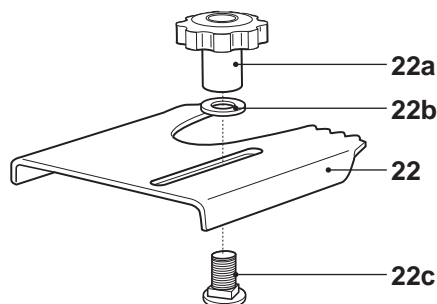

Fig. 4a
- > Dévissez les boutons des supports de bûches [22] en les tournant dans le sens contraire des aiguilles d'une montre. Ôtez les poignées [22a] avec les rondelles [22b] et les boulons [22c] (Fig. 4a).